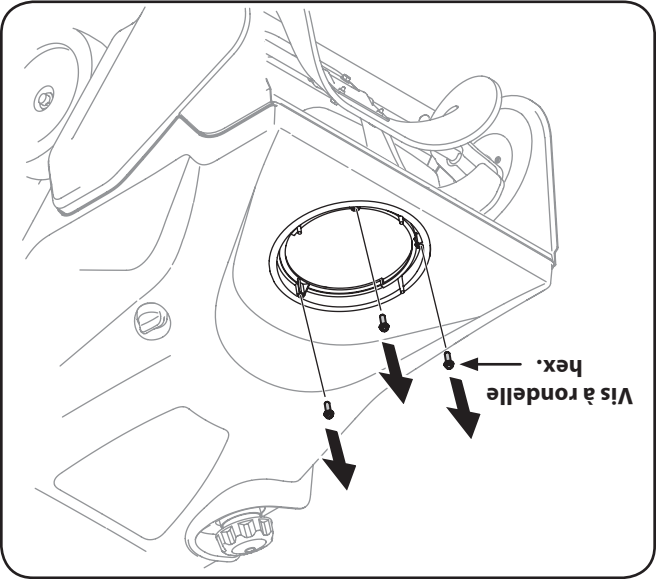

Figure 3-4
- Enlevez les vis à rondelle hex. placées sur la base de la goulotte. Voir la Fig. 3-4.